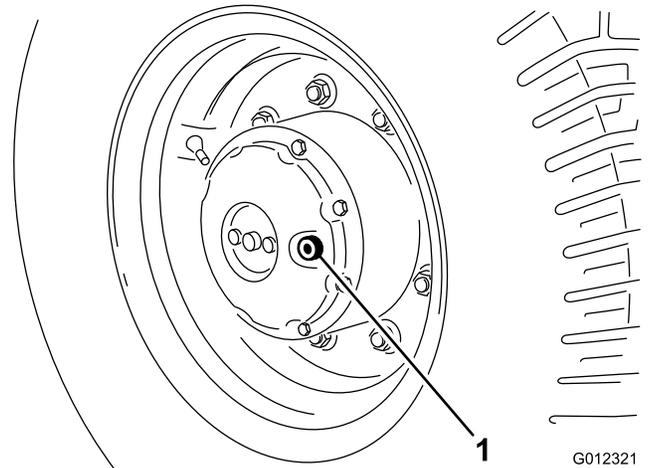

Bild 37
1. Stellen Sie die Maschine auf einer ebenen Fläche ab; das Loch der Prüf- bzw. Ablassschraube (Bild 37) sollte auf 3 Uhr oder 9 Uhr stehen.